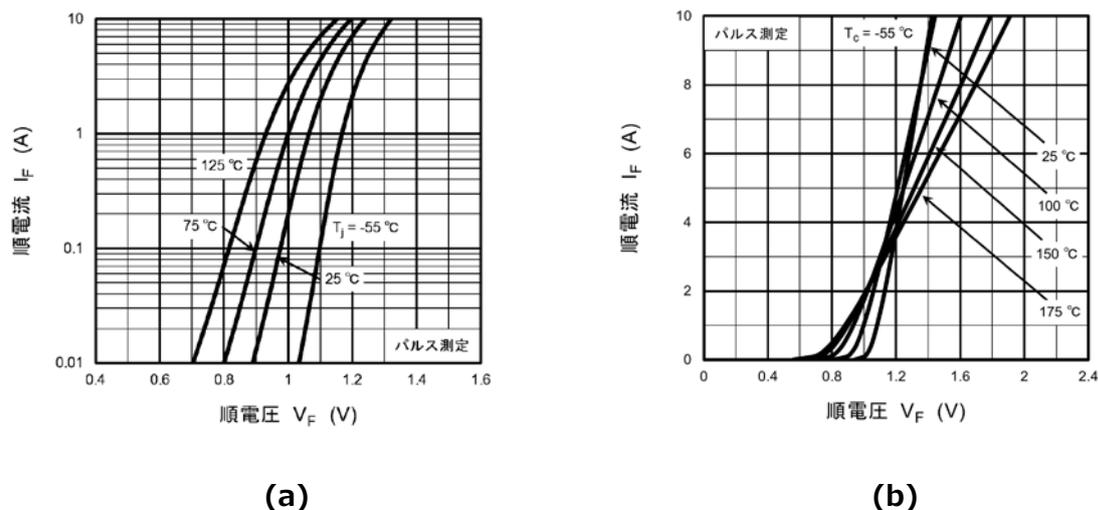

図 2.1 Si SBD と SiC SBD の順電流-順電圧特性例
SiC SBD の順方向の  $I_F$ - $V_F$  特性例を図 2.1 (b) に示します。小電流領域の順電流  $I_F$  では図 2.1 (a) の Si SBD と同様に順電圧  $V_F$  は負の温度係数を持っていますが、高温時の  $V_F$  は正の温度係数を持ちます。この温度特性の変化は、SiC 内の抵抗成分が温度により変化することにより生じると考えられ、下記の 2 点が要因として挙げられます。
- (1) ドナー電子の伝導帯への励起 (抵抗値減少)
- (2) 格子振動による電子の拡散 (抵抗値増加)
SiC などのワイドバンドギャップ半導体は、結合力が強く格子振動の影響が Si に比較して大きくなります。また、バンドギャップが大きいことからドナーが Si に比較して励起しにくくなります。このようなことから、小電流では (1) の影響が大きく、大電流になるに従って、(2) の影響を受け図 2.1 (b) のような特性を示すと考えられます。大電流で温度係数が反転する現象は Si ダイオードでも平均順電流や直流順電流の定格電流を超えたレベルで生じます。